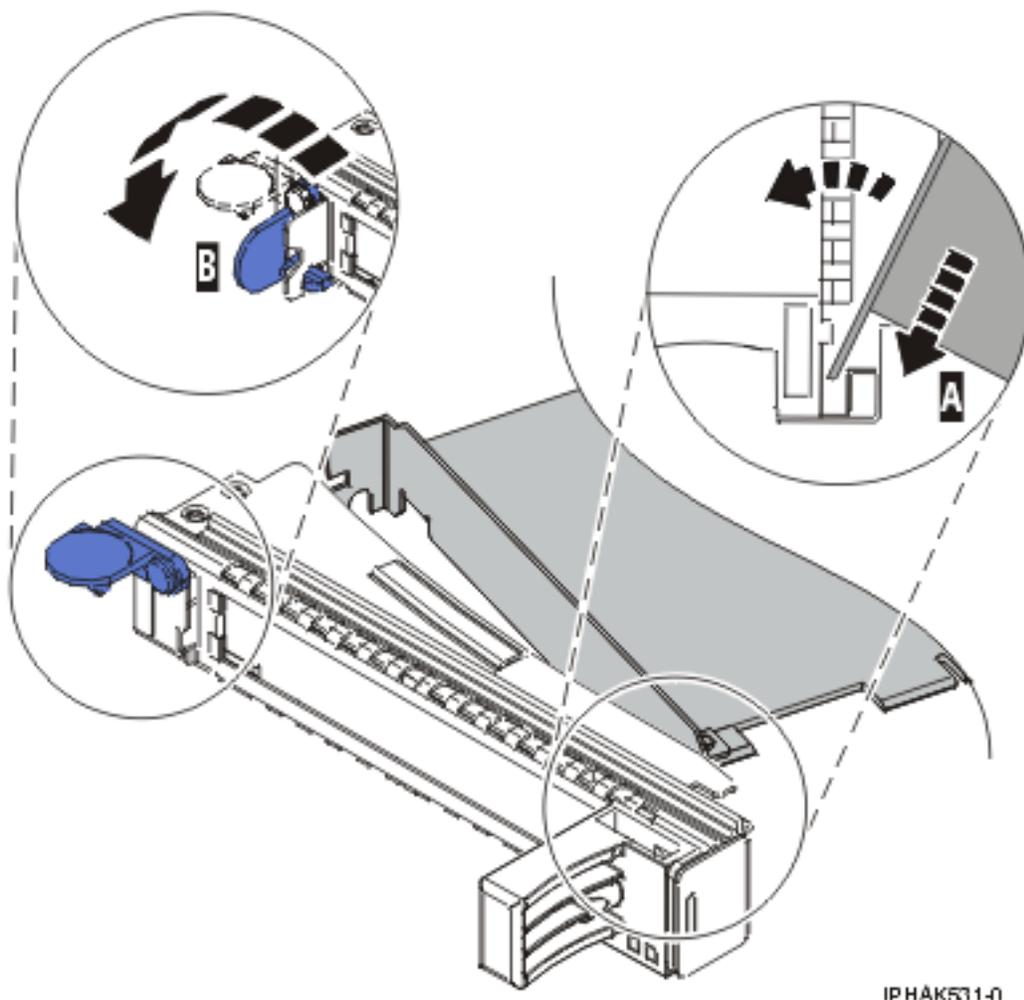

Figure 69. Installation d'une cassette d'adaptateurs (cartes) PCI simple largeur
- a. Placez le levier de blocage de contre-poupée en position ouverte, insérez fermement la carte dans le bloc de retenue (A). Pour plus d'informations, voir figure 69, à la page 133.
- c. Fermez le levier de blocage de contre-poupée (B). Pour plus d'informations, voir figure 69, à la page 133.